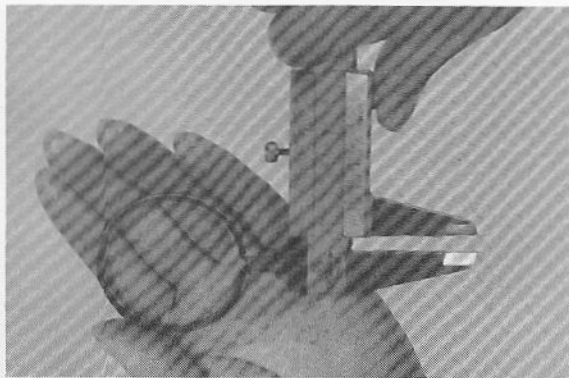

Fig. 3-3-15
- b. Measure ring end gap in free position. If beyond tolerance, replace set. (Fig. 3-3-15)
- b. Mesurer la fente des segments démontés, et remplacer le jeu de segments si la largeur de la fente dépasse la tolérance. (Fig. 3-3-15)